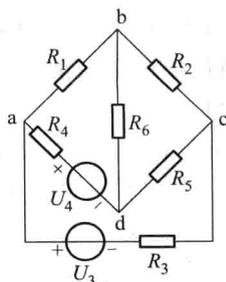

图 1-11 基本概念应用举例
**支路:** 任意两个不同电位之间流过同一电流的一段电路。图 1-11 中共有 6 条支路。
**结点:** 3 条或 3 条以上支路的连接点。图 1-11 中共有 a、b、c、d 4 个结点。
**回路:** 电路中无重复结点的任一闭合路径。图 1-11 中共有 7 个回路。
**网孔:** 没有支路穿过的回路(平面电路中)。图 1-11 中共有 3 个网孔。